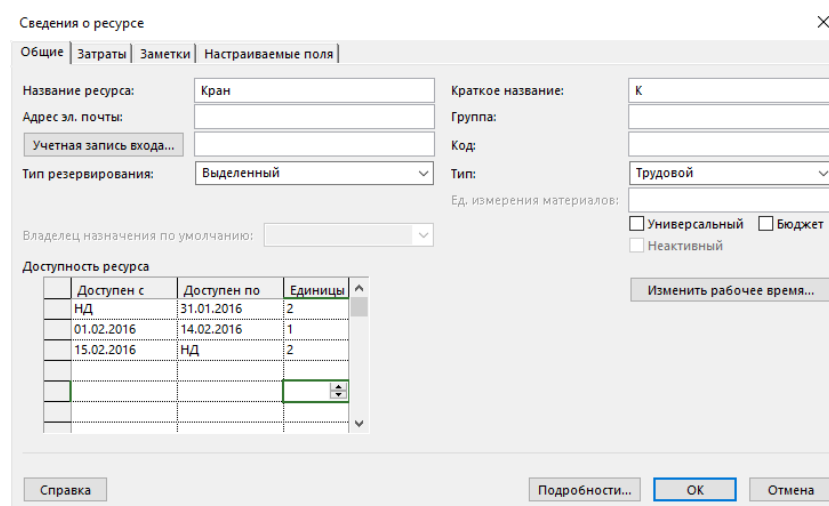

Рисунок 5.25 – Моделирование доступности ресурса в разные периоды времени
11. Доступность ресурса Рисунок 5.25). Например, если есть два крана, то в случае планово-предупредительного ремонта (ППР) одного из них, в области «Доступность ресурса» нужно указать диапазон, когда будет доступен только один кран.